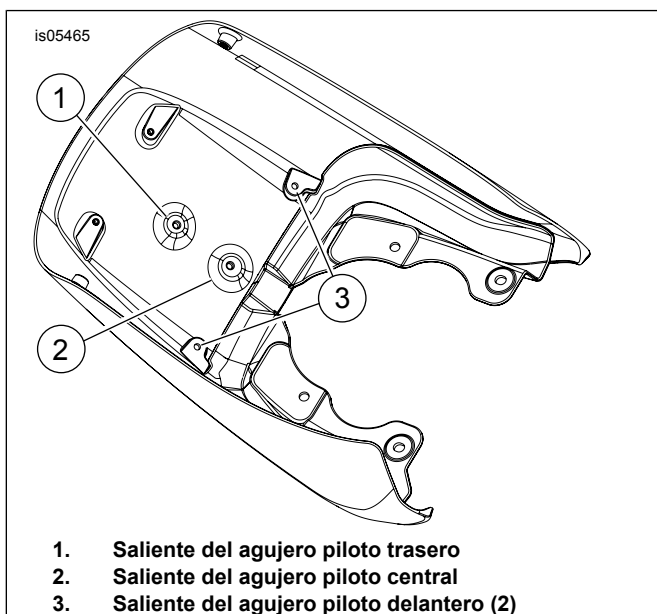

Figura 2. Interior del guardabarros
1. Vea Figura 2. Aplique cinta adhesiva a la superficie exterior pintada del guardabarros en las ubicaciones de los agujeros (2 y 3). Esto protegerá la superficie pintada durante la operación de perforación.
Vea Figura 2. Si se instaló previamente una rejilla para equipaje, solamente es necesario perforar un agujero (2).
1. Vea Figura 2. Aplique cinta adhesiva a la superficie pintada del guardabarros en las ubicaciones de los agujeros (1, 2 y 3). Esto protegerá la superficie pintada durante la operación de perforación.